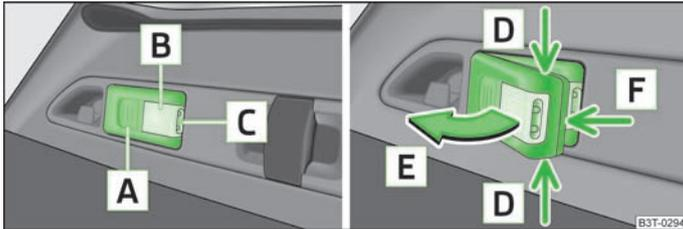

Fig. 44 Luca estraibile
- Illuminazione del bagagliaio - si accenderà l'elemento **B** » fig. 44 (la luce resta nel supporto),
- Prendere la luce nell'area della freccia **D** » fig. 44 e ruotarla verso l'esterno, in direzione della freccia **E**.
- Se la luce non viene disattivata e inserita correttamente nel supporto, le lampade nella parte anteriore **C** » fig. 44 della luce saranno automaticamente disattivate.
- Sollevare la copertura della batteria con un oggetto sottile e appuntito partendo dalla clip di bloccaggio **F** » fig. 44.